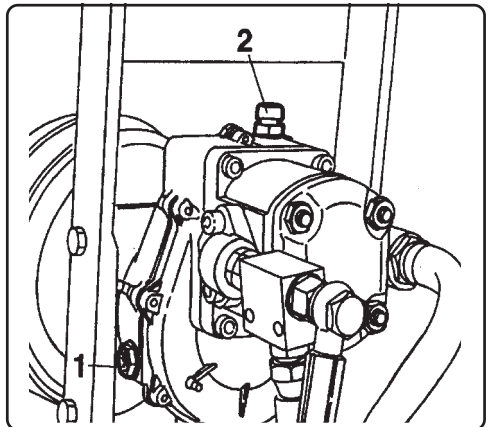

Fig. 10
- 7) Pour le modèle PS 900 avec attache pour arbre cardan et multiplicateur (Fig. 10), vérifiez **périodiquement** le niveau d'huile. **A ce propos**, opérez de la façon suivante: Vérifiez l'huile en vous servant du bouchon-jauge transparent situé à côté du multiplicateur (1 Fig. 10). Remplissez
éventuellement par le bouchon (2 Fig. 10) situé en haut. Nous conseillons **de vidanger l'huile** du multiplicateur **toutes les 800 heures** de travail. Cette opération doit en tout cas être effectuée par un spécialiste autorisé.